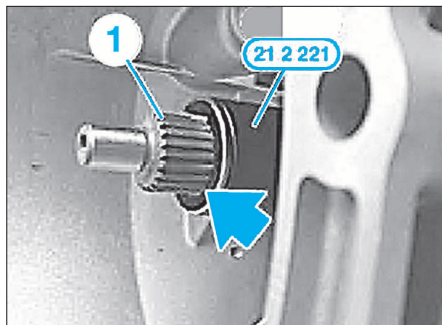

FIG. 10
- déposer et nettoyer la butée et la fourchette d'embrayage. Monter, sur l'arbre primaire, la bague racleuse de graisse 21 2 221 jusqu'en butée (Fig.10). Graisser la denture (1). Retirer la bague racleuse de graisse.